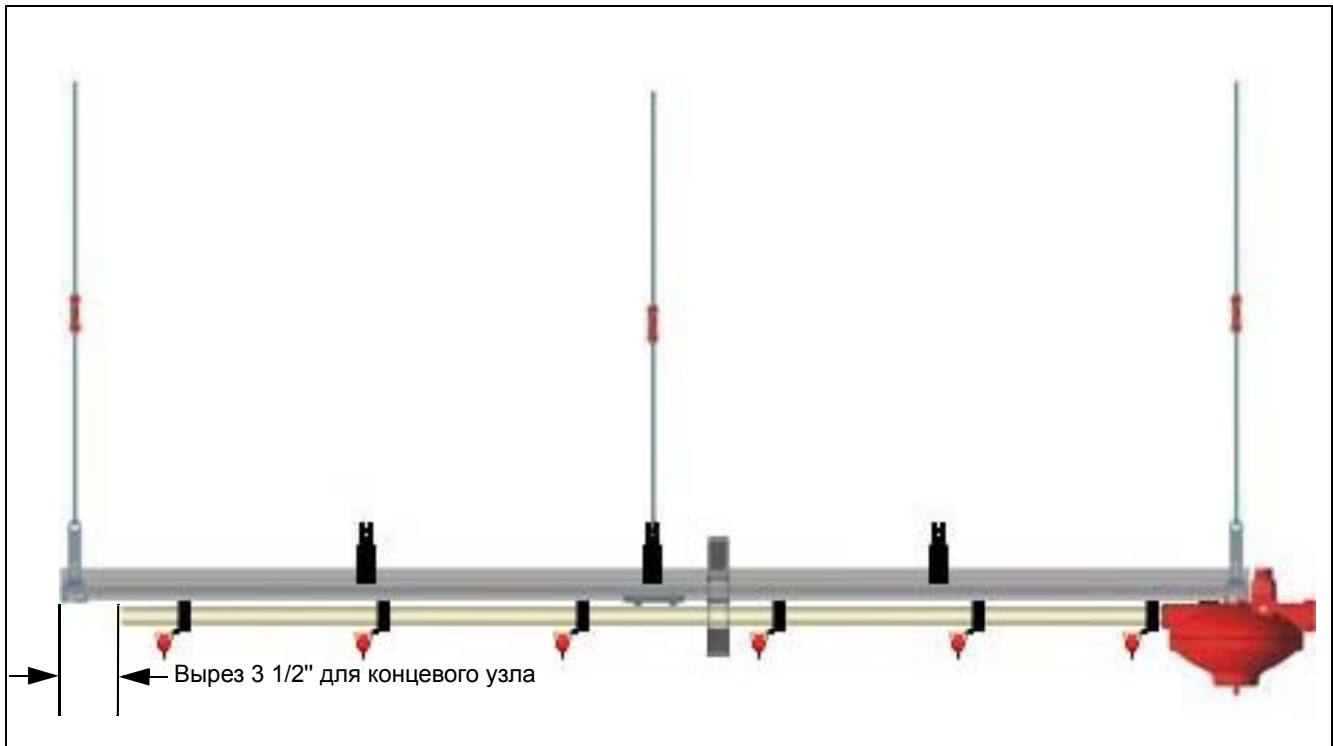

Рисунок 7I
6. Установите конечный отрезок водопроводной трубы, отступите 3-1/2" от алюминиевого рельса и нанесите метку на трубу. Снимите трубу и отрежьте по метке. Вновь установите ее. Это обеспечит пространство для концевой узла. (См. Рисунок 7I.)